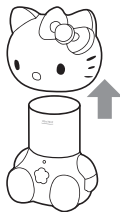

Рис. 1
1. Для наполнения увлажнителя воздуха (ароматизатора) водой снимите распылитель с корпуса прибора (рис. 1).